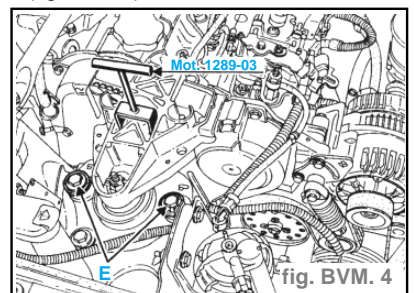

fig. BVM. 4
- Introduire la fourchette de centrage du limiteur **Mot. 1289-03** dans les fenêtre de la coiffe de suspension pendulaire. (fig BVM. 4).